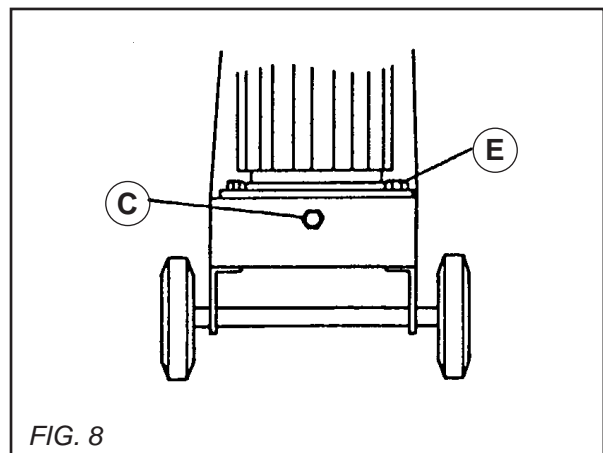

FIG. 8
Para cambiar la correa o tenderla, basta con desbloquear los pernos (E) de sujeción del motor sobre el chasis, y girar el tornillo de tensión (C) hacia la derecha si se quiere tenderla, hacia la izquierda si se quiere aflojarla (VER FIG.8). (Control de la tensión mediante trampilla debajo del chasis, máquina desenchufada).